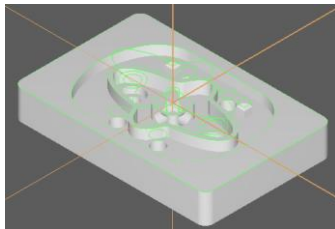

图 4-5 反面 CAD 建模
20) 新建层：3，设定名称“surface”，颜色为“8”（灰色），将第 3 层设为当前层。在“绘图”菜单里，单击“曲面”“由实体产生”，选择刚才所建的实体，产生曲面，并关闭第 2 层，最终建模效果如图 4-5 所示。